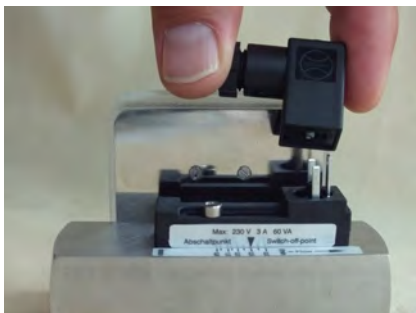

Abb. 23: Steckdose abziehen
2. ➤ Ziehen Sie die Steckdose (Abb. 23) ab